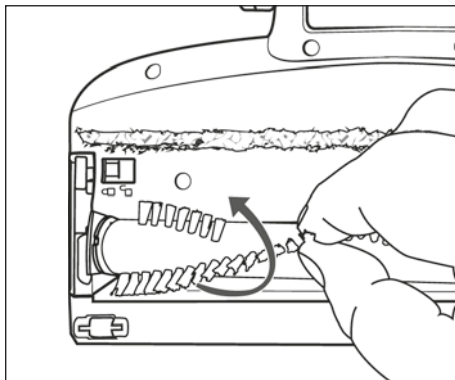

Fig. 25
- 3) Tag børsterullen **21** ud af gulvbørsten **22** ved at holde i børsterne. Drej samtidig børsterullen **21** en smule for lettere at kunne tage den af (se fig. 25).